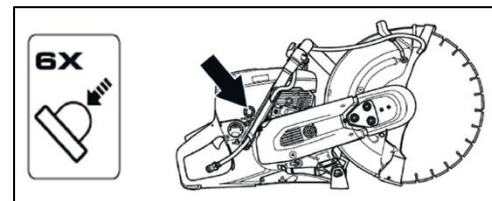

Рис. 16
4. Накачайте топливо нажатием на праймер подкачки (4-6 нажатий) (Рис. 16).